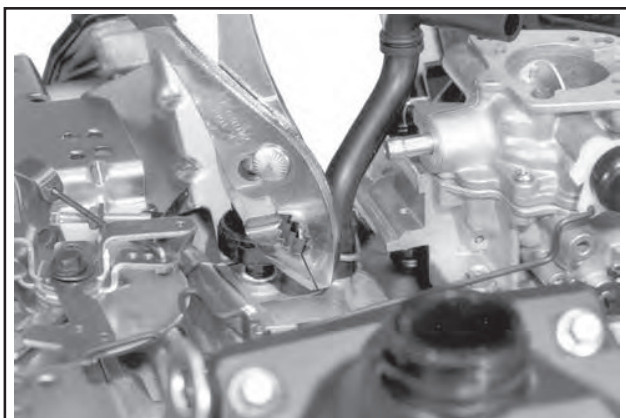

Abbildung 9-11. Entfernung des Schlauchs vom Entlüfterdeckel.
6. Den Gummi-Entlüftungsschlauch vom Entlüfterdeckel abnehmen. Siehe Abbildung 9-11.